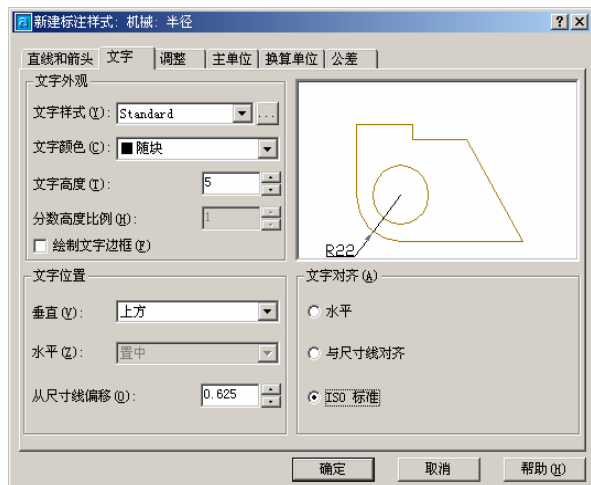

图 6-44
(5)在【创建新标注样式】对话框中单击“继续”按钮，系统将弹出【新建标注样式：机械：半径】对话框，在该对话框中的“文字对齐”选项中选择“ISO 标准”。如图 6-44 所示：